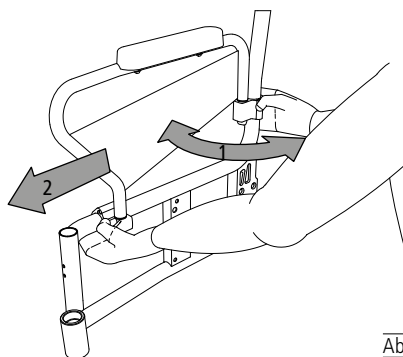

Abb. 12
3. Vrid nu sidoskyddets bakre fästklämma så att önskad bakre sittbredd erhålls (1, bild 12). Ta tag även i sidoskyddets främre fästklämma när den bakre fästklämman vrids. Den främre klämman behöver stödjas in av vridningen orsakade längs förflyttningen. Ge stöd genom att lyfta den främre klämman något (2, bild 12).